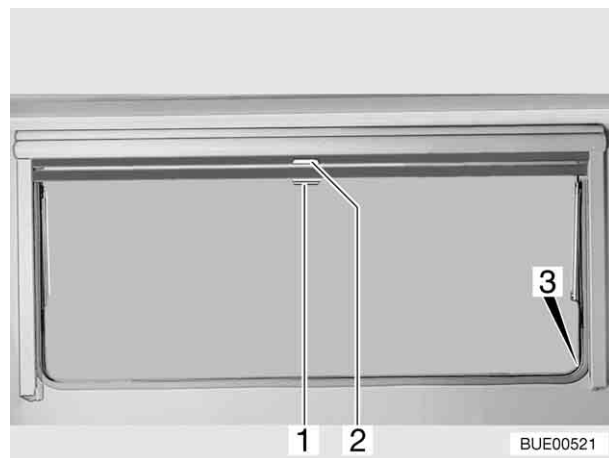

Fig. 51 Fenêtre projetante
- Tirer le store occultant vers le bas en le maintenant par la poignée (Fig. 51,2). Lorsque le store occultant est complètement fermé, l'accrocher des deux côtés du cadre de la fenêtre dans le dispositif de blocage (Fig. 51,3).
- Tirer la moustiquaire par la poignée (Fig. 51,1) vers le bas et l'accrocher des deux côtés sur le cadre de la fenêtre dans le dispositif de blocage (Fig. 51,3).
- Appuyer sur la poignée (Fig. 51,1) vers le bas tout en la tirant légèrement vers l'intérieur. Décrocher à droite et à gauche la moustiquaire des dispositifs de blocage du cadre de la fenêtre.